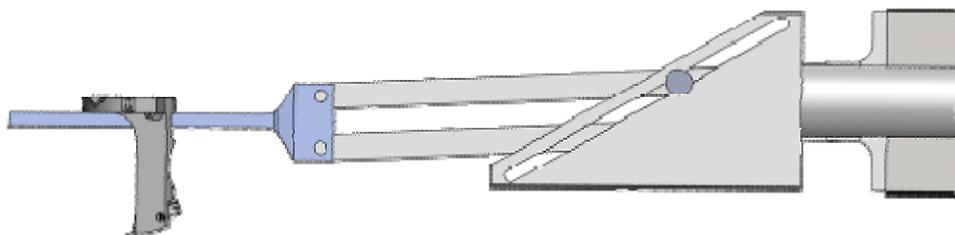

Рис. 11-11
14. Опустите кронштейн манипулятора в среднее положение (Рис. 11-11). Это нужно для того, чтобы не задеть зондовой головкой за карусель.